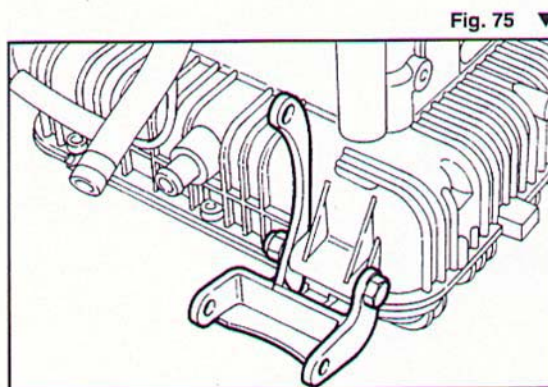

Fig. 75 ▼
- svitare il bullone e rimuovere la staffa supporto compressore condizionatore (Fig. 75);
- unscrew the bolt and remove the air conditioner compressor support bracket (Fig. 75);